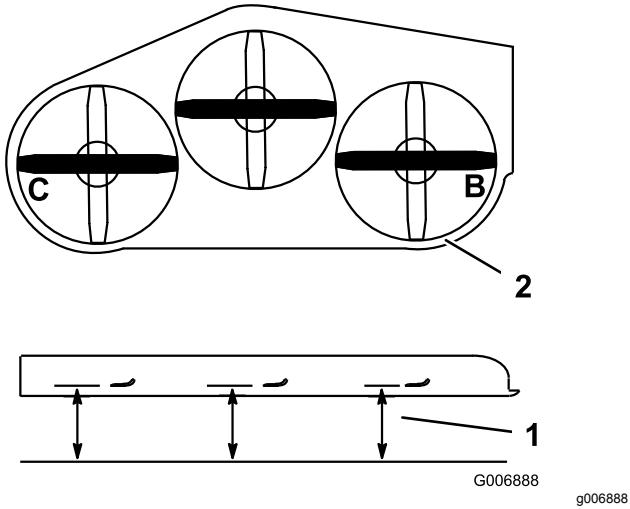

Рисунок 72
- Измерьте высоту в точках **B** и **C** от горизонтальной поверхности до режущих кромок на концах ножей (Рисунок 72).